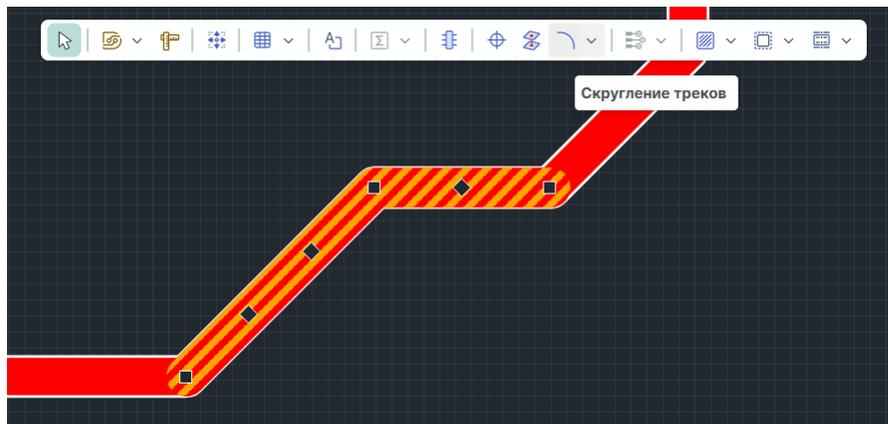

Рис. 317 Применение инструмента к выбранным сегментам
2. Примените инструмент «Скругление треков», см. Рис. 317.